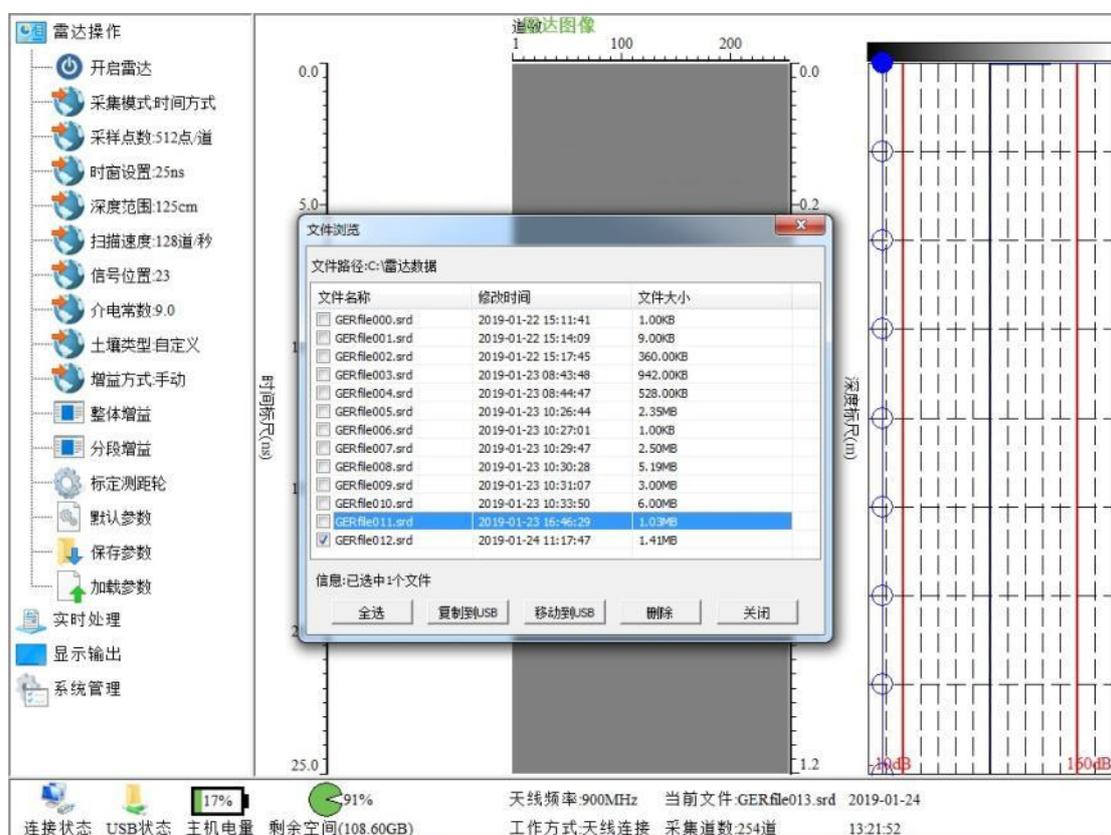

图 31 数据传输功能中的文件浏览窗口
- (1) 按电源键打开 GER-10 主机并插入 U 盘，此时主机可以不连接天线。
- (2) U 盘插入后，弹出文件浏览界面如图 31，使用上下键选择所需的文件，再用确定键锁定文件，文件被选中后文件前出现绿色对勾图标，然后使用